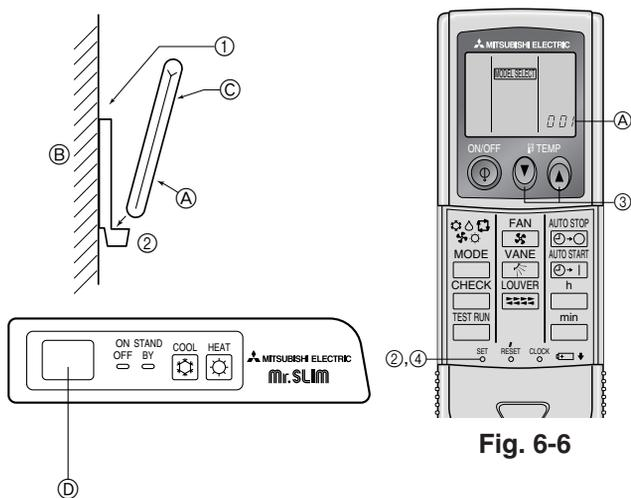

Fig. 6-5
2) Fremgangsmåde til installering (Fig. 6-5)